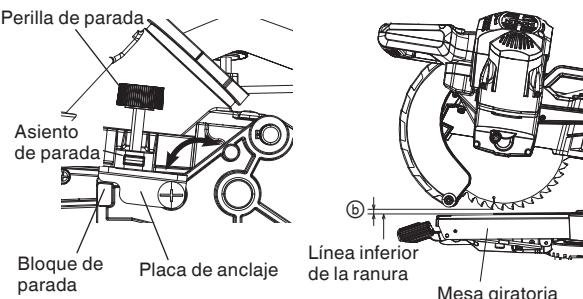

Fig. 42
- (1) Gire la placa de anclaje en la dirección mostrada en la Fig. 42.
- (2) Ajuste la profundidad de corte deseada regulando la distancia entre la hoja de sierra y la superficie de la mesa giratoria (consulte ⑥ de la Fig. 42).